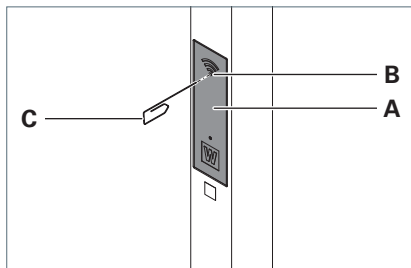

Fig. 1: Sportello di manutenzione.
- Per sbloccare lo sportello di manutenzione **A** sul tubo verticale, inserire una graffetta aperta **C** nell'apertura **B**, vedere Fig. 1.